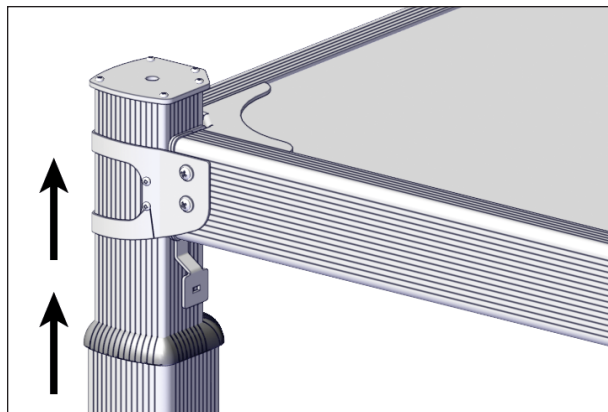

FIGURE 50: VÉRIFICATION DE L'INSTALLATION DES SUPPORTS DE COIN EXTERNE
29. Vérifier l'installation des supports en essayant de soulever les manchons. Refaire les étapes précédentes si des vis sont cassées ou desserrées ou si le manchon continue de bouger, voir Figure 50.